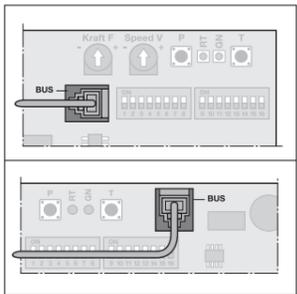

Fig. 2
3.1 Connecting the receiver to the operator (fig. 2)
3.1 Ansluta mottagaren till maskineriet (fig. 2)
3.1 Tilslutning af modtageren på åbneren (fig. 2)